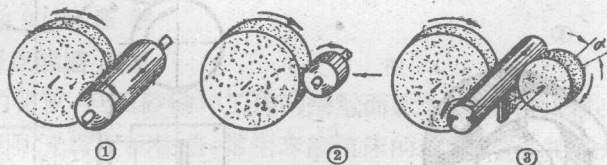

图 1
(1) 纵走刀的外圆磨。图1左面的①就是这种磨加工方法的简图。采用这种方法磨外圆时，首先要砂轮转动，以便从工件上磨下铁末，而且砂轮要转得很快，一般把砂轮转动叫做主运动。但如果只有这个运动，砂轮就只能把工件磨出一个缺块，不能继续把工件磨圆。因此，我们还要使工件转动，这叫做圆周走刀。有了上述两个运动后，只能磨出砂轮宽度那么长的工件，因